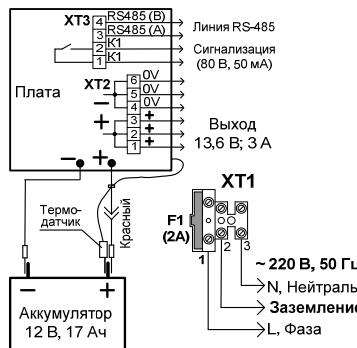

Рис. 2
**При подключении внешнего питающего напряжения 220 В к сетевой колодке ХТ1 необходимо соблюдать правильность подключения проводов «фаза», «нейтраль» и «заземление». Подключение цепей к РИП производить в соответствии с рис. 2. Схема подключения расположена на внутренней стороне корпуса РИП.**
3.2.4 Согласно схеме соединений (рис. 2):
б) изъять из колодки вставку F1 (2 A), подключить сетевые провода к входной колодке (фаза (L) должна быть подключена к XT1:1, см. рис. 2);
г) подключить согласно проекта на систему выход оптореле K1 и линию связи RS-485 (см. рис. 2).